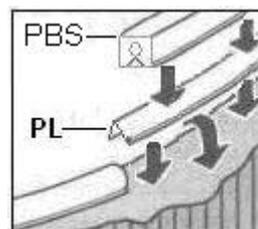

fig. 26
e) Ritirare le pinzette quando i profili di plastica (PL) si metano attorno il perimetro della piscina (fig. 25). Tagliare l'eccesso di profilo (PL), (fare attenzione a non danneggiare il liner tagliando i profili). Dopo, collocare il profilo superiore (PBS) sopra il profilo di plastica (PL), (fig. 26),